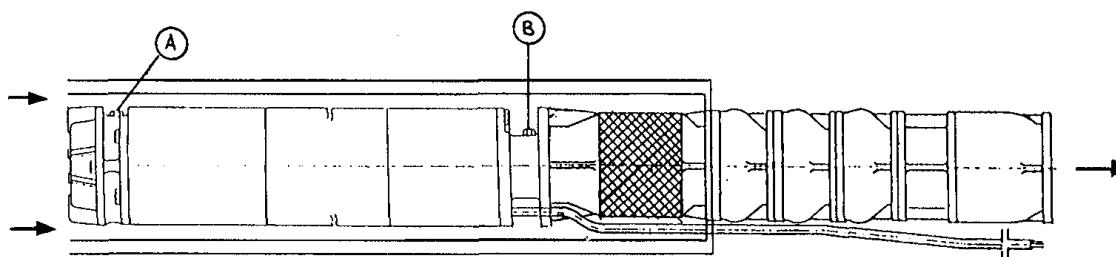

Рис. 7
8.4. С помощью колпака (см. рис. 7) проверьте, правильно ли охлаждается двигатель. Минимальная скорость потока воды, омывающей двигатель, должна составлять 0,15 м/с.